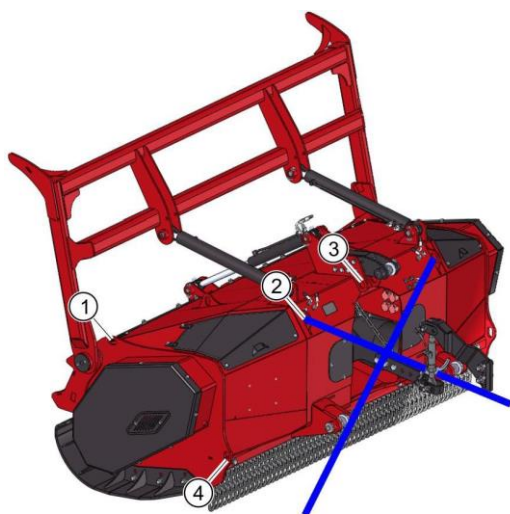

Рис. 12. Точки анкерного крепления
- Закрепите мульчирующую фрезу за обе проушины (1) (Рис. 12) и как минимум за 2 проушины от (2) до (4) натяжными ремнями под углом наружу.
- При закреплении за проушины (2) выполните захват крест-накрест.